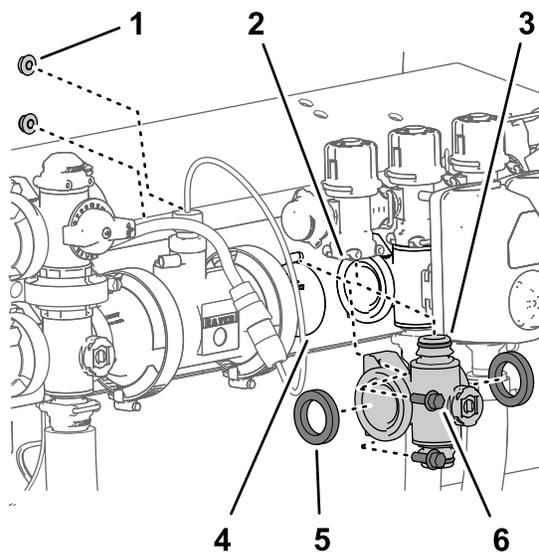
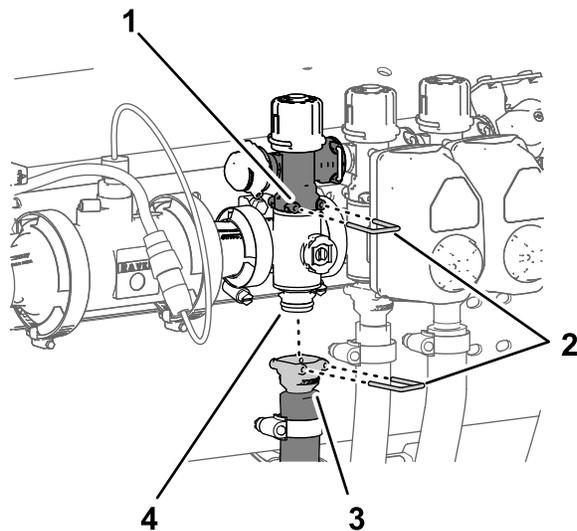

图 122
图 123
- 将在 拆下喷洒臂段歧管阀 (页码 72) 中卸下的 2 个垫片与喷洒臂段阀歧管的法兰对齐图 122。
- 将喷洒臂段阀歧管的法兰放在其他喷洒臂段阀和/或耦合适配器的法兰之间图 122。
- 用快速连接销将喷洒臂段歧管的快速连接接头安装到喷洒臂段旁通阀的快速断开槽内图 122 和图 123。
- 对于左或右喷洒臂段阀歧管使用在 拆下喷洒臂段歧管阀 \(页码 72\) 中卸下的 2 个凸缘头螺栓 $\frac{1}{4} \times \frac{3}{4}$ 英寸和凸缘锁紧螺母 $\frac{1}{4}$ 英寸将喷洒臂段阀歧管安装到阀支架上 图 122。
- 用快速连接销将喷洒臂段软管的快速连接耦合器安装到喷洒臂段阀歧管的快速连接接头上 图 123。